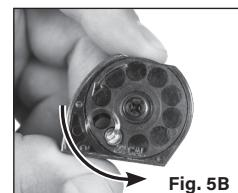

Fig. 5B
- Drej cylinderen mod uret til næste hul (Fig. 5B)